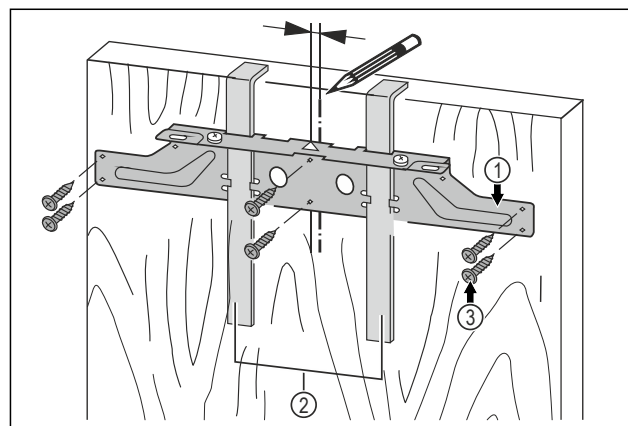

Fig. 43
- Aligner la traverse de fixation Fig. 43 (1) au centre de la porte.
- Bande gauche : déplacer la traverse de fixation Fig. 43 (1) de 6 mm (1/4 in) vers la gauche.
- Bande droite : déplacer la traverse de fixation Fig. 43 (1) de 6 mm (1/4 in) vers la droite.